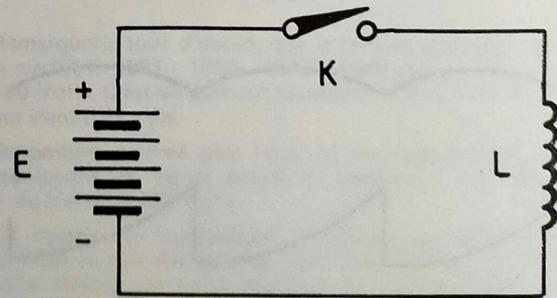

FIG. 29
- Réalisons le montage de la Figure 29 ;
L'interrupteur K de la Figure 29 est remplacé par le transistor T.